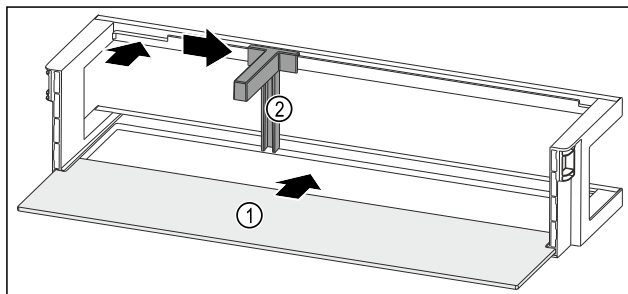

Fig. 98 Dørhylde med hylde
- Skub hylden Fig. 98 (1) ind i udsparringerne i siden.
- Indsæt flaskeholderen Fig. 98 (2) i udsparringen.
- Skub flaskeholderen Fig. 98 (2) til siden til den ønskede position.